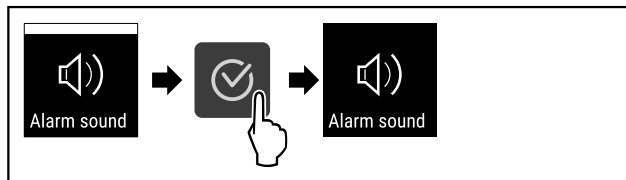

Fig. 80
- ▶ Eseguire i passi (vedere Fig. 80) .